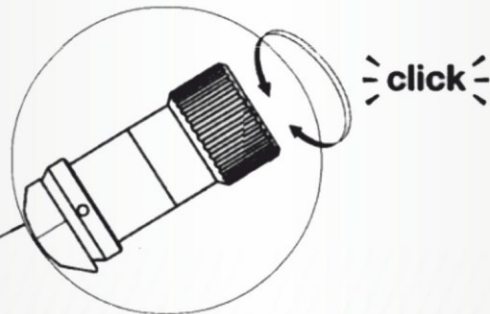

Рисунок 33
11. Один щелчок равен 0,05 мм (рис.33)